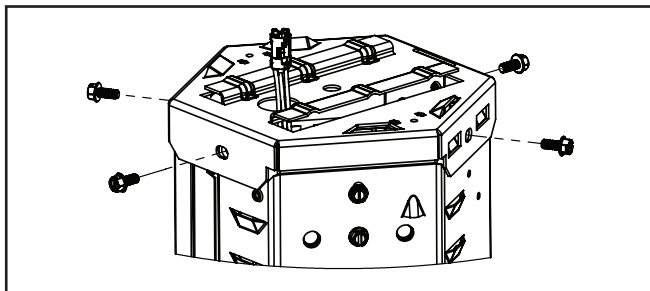

Figure 4.
4. Vissez les (4) vis fournies à un couple de 1,12 Nm (10 lb-po). (Figure 4.)